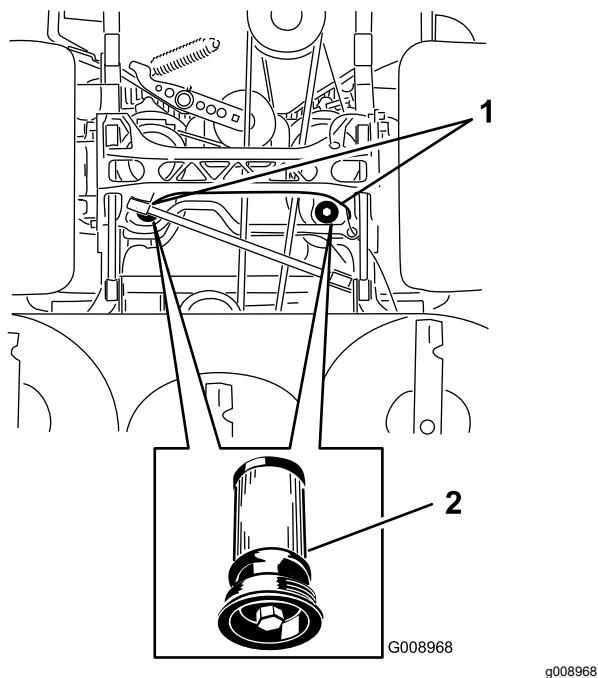

Figura 84
- Coloque un recipiente debajo del filtro, retire el filtro usado y limpie la superficie (Figura 84).
- Aplique una capa fina de fluido hidráulico a la junta de goma del filtro nuevo (Figura 84).